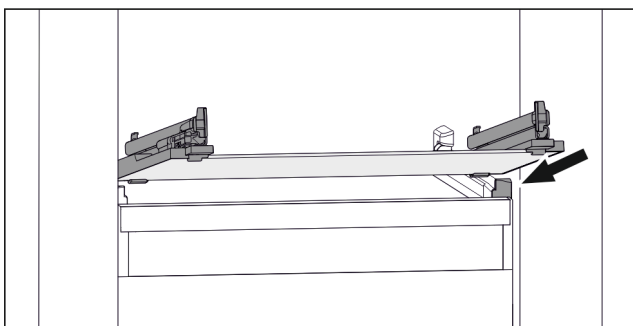

Fig. 168 Representación de la placa de vidrio a modo de ejemplo
- ▶ Coloque la placa de vidrio inclinada detrás de los topes. (consulte Fig. 168)